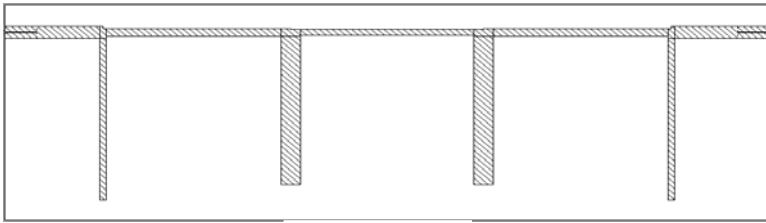

Рис. 1.98
14. Откройте окно топологии схемы. Выделите всю топологию схемы и скопируйте её в буфер обмена, щёлкнув по значку **Copy** на панели инструментов. Откройте окно электромагнитной структуры, щёлкните мышкой по значку **Paste** на панели инструментов и вставьте скопированную топологию в электромагнитную структуру так, чтобы края входного и выходного проводников точно совпадали с границами корпуса (рис. 1.98). Щёлкните правой кнопкой мышки по любому элементу топологии (вся топология должна быть выделена) и выберите **Mesh/Material Properties**. В открывшемся окне выберите материал **1/2oz Cu** и нажмите **OK**.
15. Щёлкните мышкой по входному проводнику, чтобы выделить его, затем щёлкните мышкой по значку **Edge Port** на панели инструментов и установите порт на входе фильтра. Аналогично установите порт на выходе фильтра. Должна получиться структура, показанная на рис. 1.98.